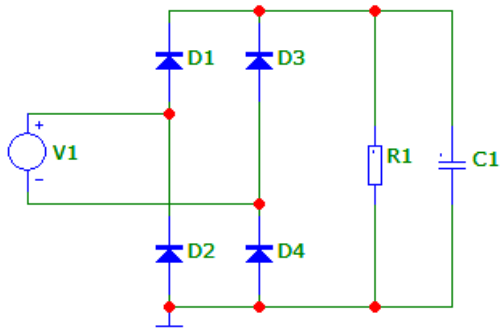

Рис. 6.4. Схема двухполупериодного выпрямителя
2.8. Постройте на экране дисплея схему двухполупериодного выпрямителя, приведенную на рис. 6.4 (параметры как в п.2.5).